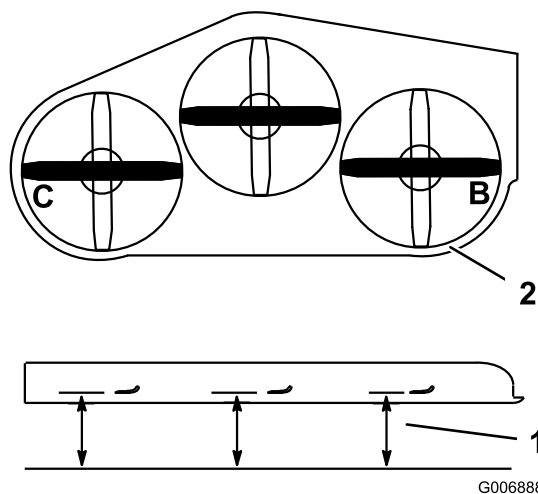

Figura 80
4. Misurate ai punti **B** e **C** da una superficie piana fino al tagliente della punta della lama (Figura 80).